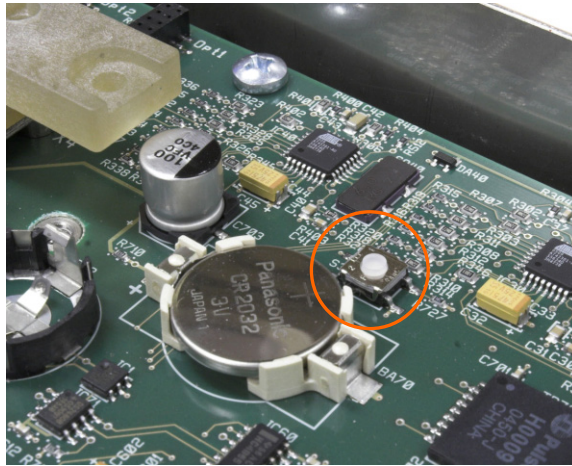

Figura 2-38: Ubicación del botón principal de reinicialización del PCB principal
Para borrar toda la programación en la terminal y reinicializar todas las configuraciones a sus valores de fábrica, presione el botón principal de reinicialización junto a la batería. La Figura 2-38 marca la ubicación de este botón. Este proceso se describe en el Manual técnico de la IND780, Capítulo 4, **Servicio y mantenimiento**.
- Para reiniciar la información de la báscula también, el S2 (mostrado en posición "OFF" en la Figura 2-38) debe estar en "ON" antes del reinicio maestro.